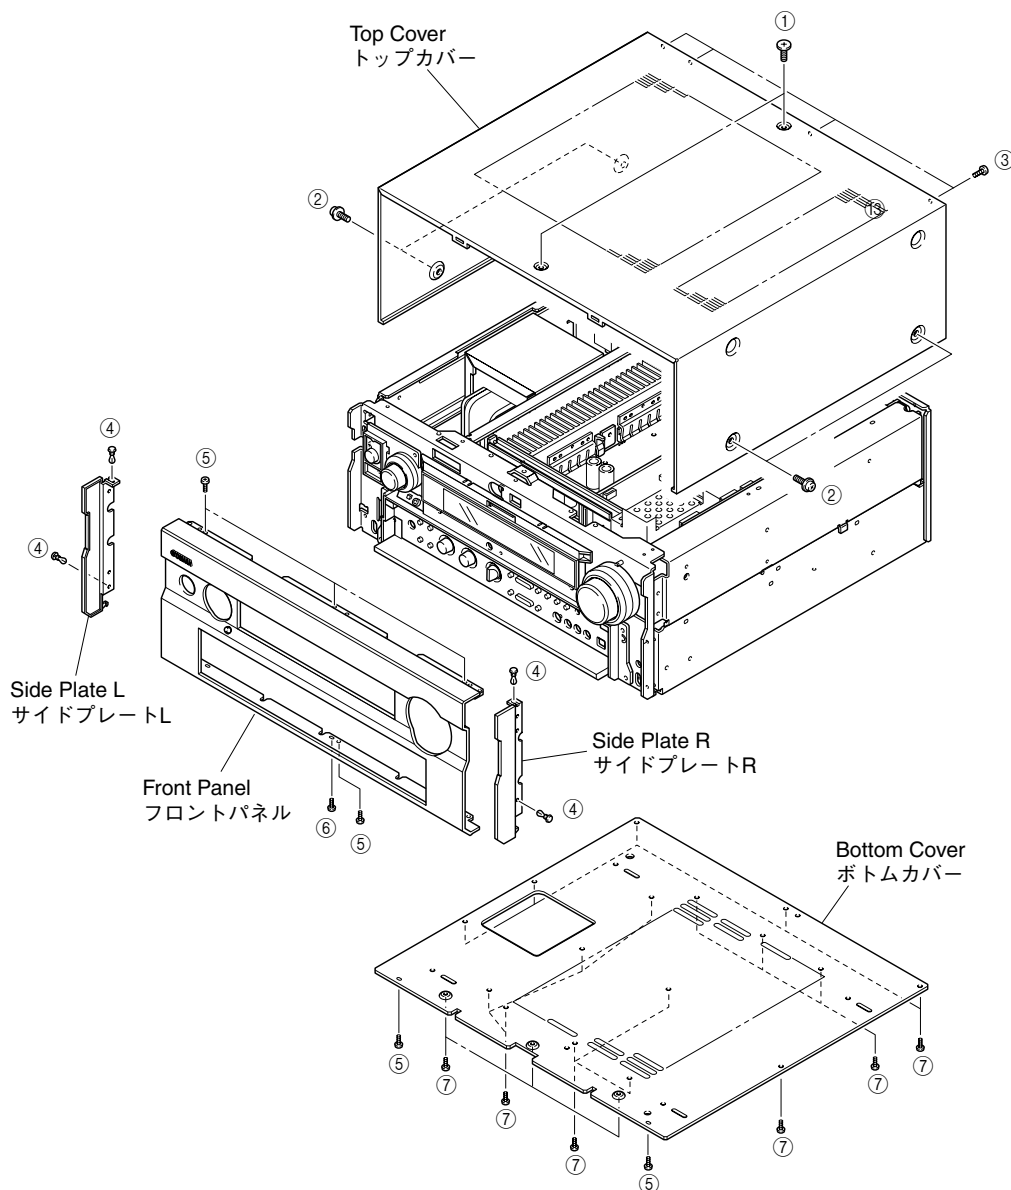

Fig. 1
- Remove 2 screws (①), 4 screws (②) and 5 screws (③). (Fig. 1)
- Slide the Top Cover rearward to remove it. (Fig. 1)
- Remove 4 push rivets (④) and then remove the Side Plates. (Fig. 1)
- Remove 6 screws (⑤) and 1 screw (⑥), and then remove the Front Panel forward. (Fig. 1)
Remove 19 screws (⑦) and then remove the Bottom Cover. (Fig. 1)
- ①のネジ2本、②のネジ4本、③のネジ4本を外します。(Fig. 1)
- トップカバーを後方へスライドさせ、取り外します。(Fig. 1)
- ④のプッシュリベット4本を外し、サイドプレートを取り外します。(Fig. 1)
- ⑤のネジ6本、⑥のネジ1本を外し、フロントパネルを前方に外します。(Fig. 1)
- ⑦のネジ19本を外し、ボトムカバーを取り外します。(Fig. 1)